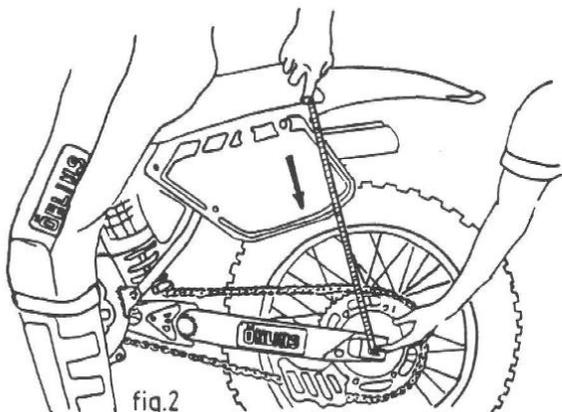

fig.2
3. Låt sedan föraren sitta på motorcykeln i normalt körläge, (tävlingsklädd). Gör om samma mätning som tidigare enligt fig. 2. Skillnaden mot tidigare mätning skall nu vara 95 mm \pm 5 mm.